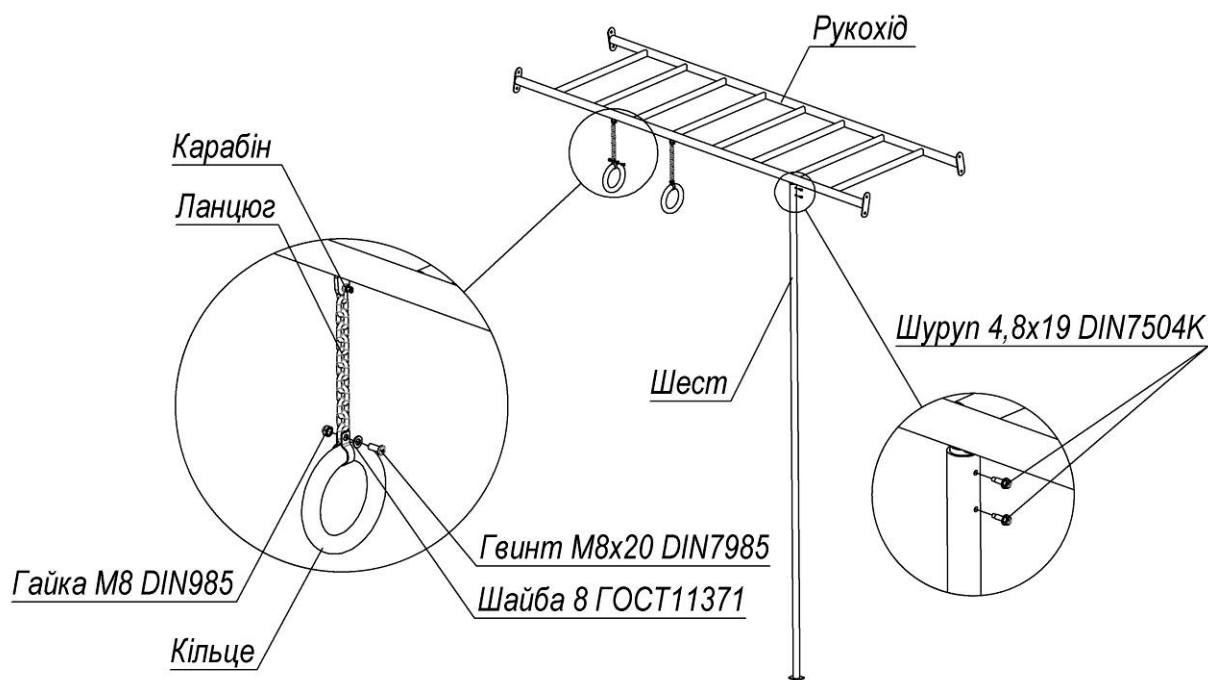

Рис.5
- 8) До рукоходу приєднати гімнастичні кільця та жердину для лазання (рис.5). Даний вузол гімнастичних елементів представлено в додатку зібраним.